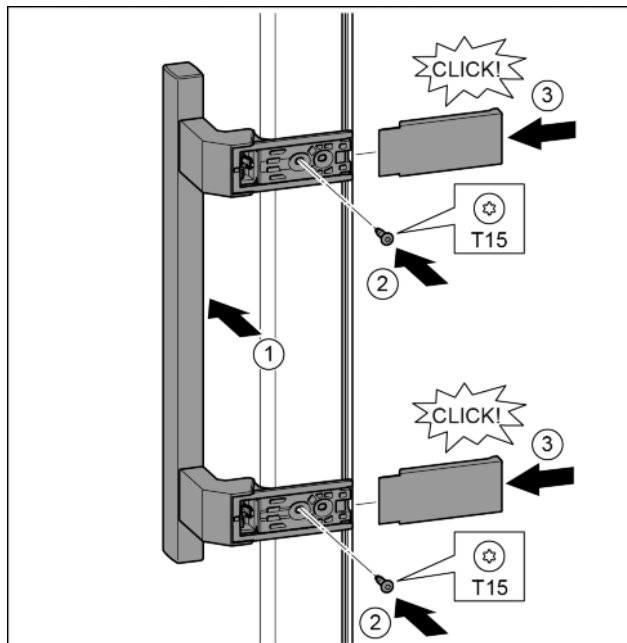

Fig. 16
- ▶ Założyć uchwyt po przeciwległej stronie. Fig. 16 (1)
- ▶ Śruby przykręcić przy pomocy śrubokręta T15. Fig. 16 (2)
- ▶ Osłony założyć z boku i wsunąć. Fig. 16 (3)